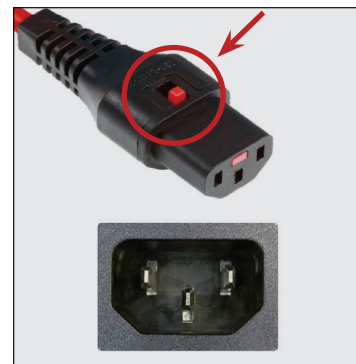

Fig. 2. Premere il tasto rosso per togliere la presa.
Premere il bottone rosso. Si veda la fig. 2
2. Con una chiave inglese aggiustabile, togliere tutti i bulloni di spedizione che tengono attaccato il pattino di legno al fondo dell'elettrodomestico. Si veda la fig. 2